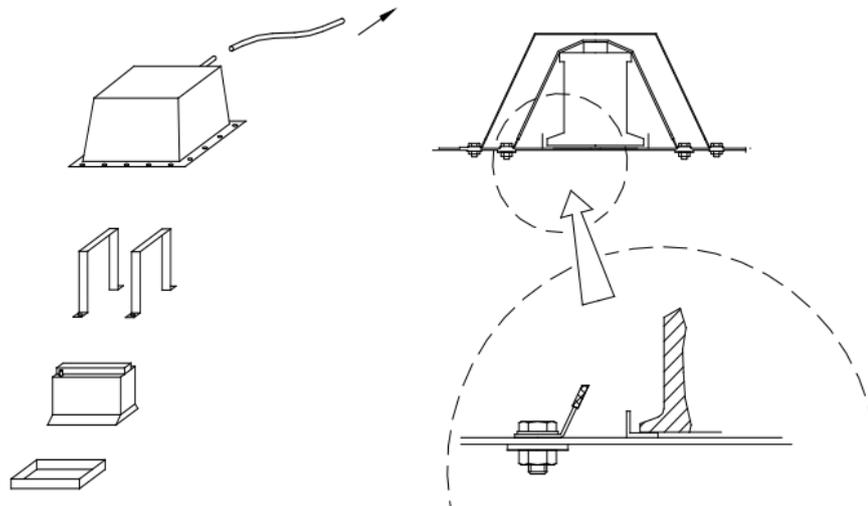

Рис. 5.7. Крепление аккумуляторной батареи.
- Если первоначальное месторасположение аккумуляторной батареи изменено, то она должна быть полностью закрыта электроизолирующим колпаком. Батарея должна быть прикреплена к кузову с использованием металлического гнезда и двух металлических хомутов (не менее 5 мм в диаметре) или металлических пластин (толщина не менее 3 мм, ширина не менее 25 мм) с любым изоляционным покрытием, прикрепленных к основанию болтами и гайками (Рис. 5.7). Для крепления хомутов и пластин должны быть использованы болты диаметром не менее 10 мм, под каждым болтом должна размещаться контршайба толщиной не менее 3 мм, покрывающая не менее 20 см2 площади кузова. Допускается крепление батареи оригинальными деталями, если таковые предусмотрены для крепление в этом же месте (например, для крепление в багажнике у соплатформенных автомобилей).